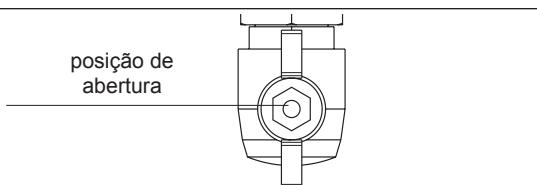

Fig. 47
- abrir a torneira, virando o manípulo no sentido dos ponteiros do relógio para consentir o fluxo do combustível (fig. 47)